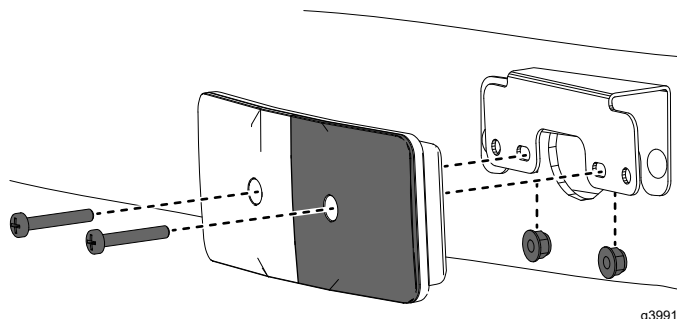

图 24
4. 使用在步骤 1 中拆下的五金件将灯安装到支架上 图 24。